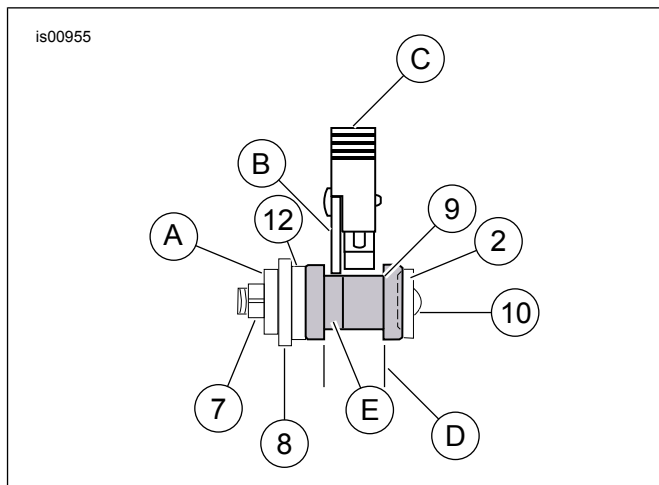

Figure 3. Alignement correct du loquet dans le galet d'ancrage de droite (vu de l'arrière)
9. Voir l'illustration des pièces détachées et la Figure 3. Attacher les galets d'ancrage (9) et les entretoises (12) aux supports de montage comme indiqué, de chaque côté de la moto, en utilisant des vis à tête bombée (10), des rondelles (2) et des contre-écrous (7). Laisser les contre-écrous légèrement desserrés pour effectuer l'ajustement du galet d'ancrage à l'étape 10.
- Remplacer les huit rondelles chromées (2) entre les supports de montage et les supports de garde-boue par le support d'ancrage arrière du kit d'ancrage arrière comme indiqué sur la Figure 3. Remplacer les entretoises, numéro de pièce 53747-97 du kit 53746-97A, avec les entretoises (5) de ce kit. Les entretoises de ce kit sont plus étroites pour s'adapter à la plus grande épaisseur du support de montage (8). Consulter la fiche d'instructions du kit 53746-97A pour installer correctement les galets d'ancrage.